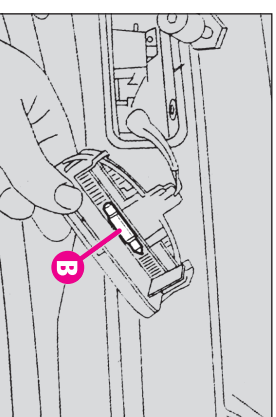

fig. 62
- scoateți becul (B-fig. 62) eliberându-l din clipsurile de fixare.